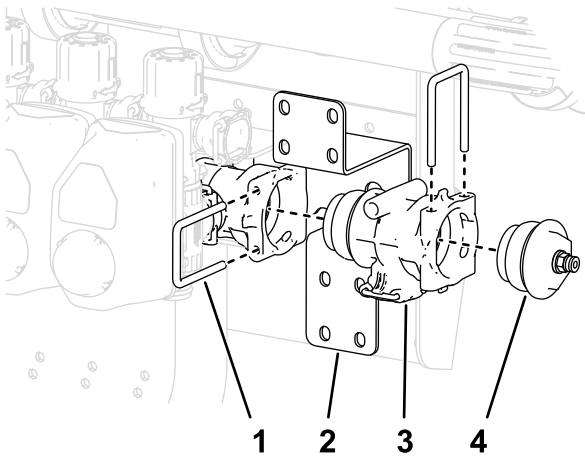

Bild 35
3. Entfernen Sie den Arretierbügel, mit der der Anschlussstückdeckel und die Kupplung befestigt sind, vom Ende des Ventilabschnitts (Bild 35).